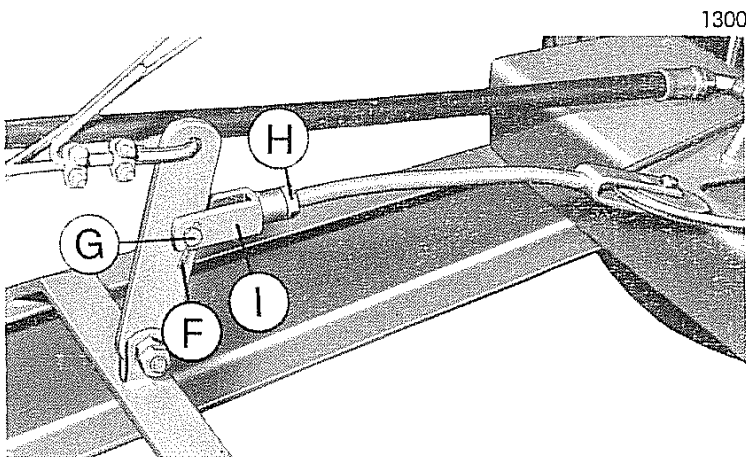

Fig. 12 - Registrazione freni
- Togliere la copiglia **F** e sfilare il perno **G** (fig. 12).
- Avvitare il dado **H** e la forcilla **I** (fig. 12) sul tirante, accorciando così la corsa di frenatura.